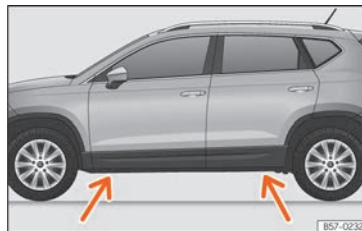

Fig. 78 Travesaño: marcas.
- Busque en el larguero la marca del punto de apoyo del gato [zona hundida] más cercano a la rueda a cambiar »» fig. 78.